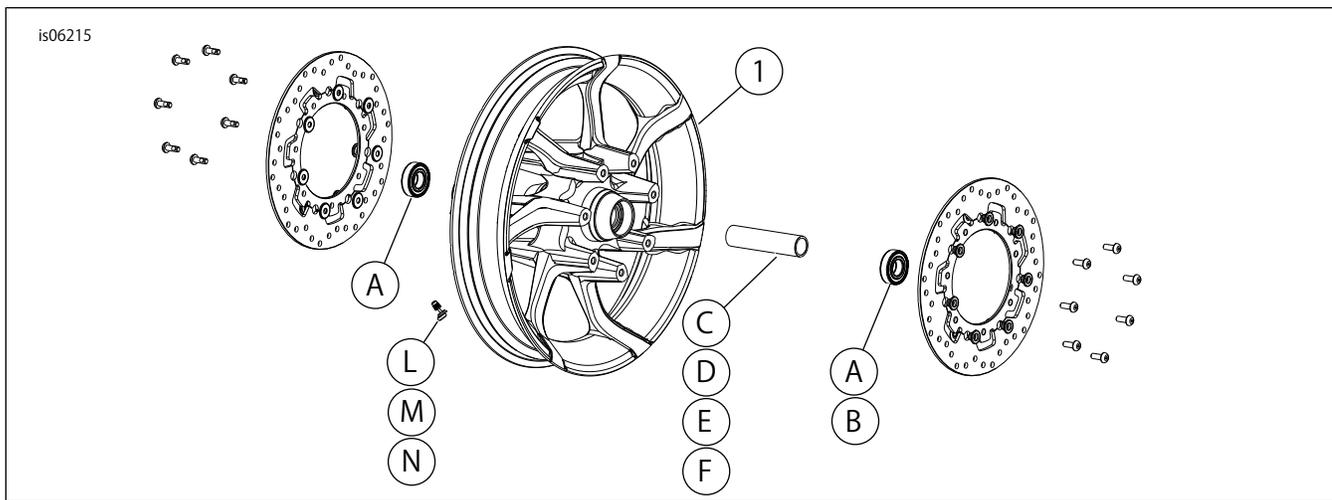

図1。交換用パーツ: フロントアジテーターホイール(図示: 19インチ)
「図1」および「交換用パーツ表」を参照してください。
2. 「 図1 」を参照。バルブシステムアッセンブリー(L)をホイールに取り付けます。サービスマニュアルを参照してください。